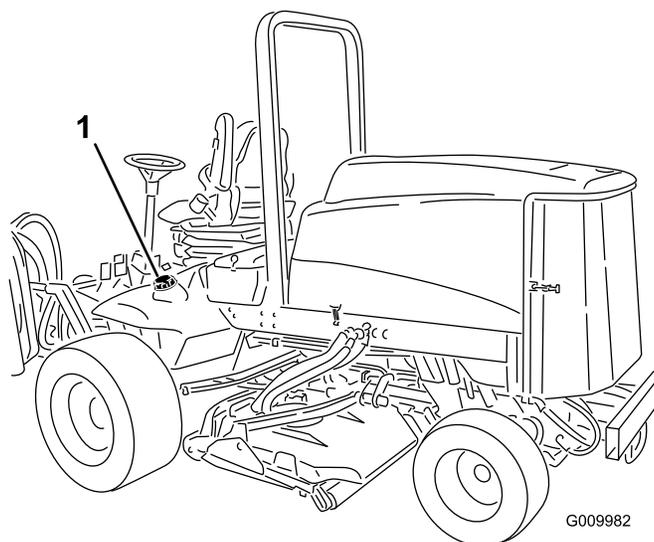

Рисунок 18
1. Снимите крышку топливного бака (Рисунок 18).